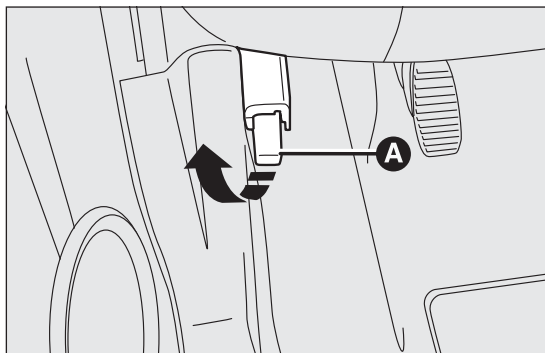

РИС. 76
- потянуть рычаг А РИС. 76 в направлении, указанном стрелкой;